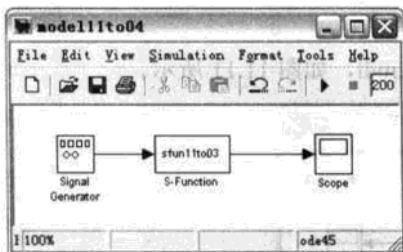

图 11.14 编辑完成后的仿真模型图
- (6) 设置 Simulink 模型的仿真运行时间为 200 秒。
- (7) 设置完成后，Simulink 模型中的 S-Functions 模块就会作相应的变化，结果如图 11.14 所示。
- (8) 在 MATLAB 窗口中输入：